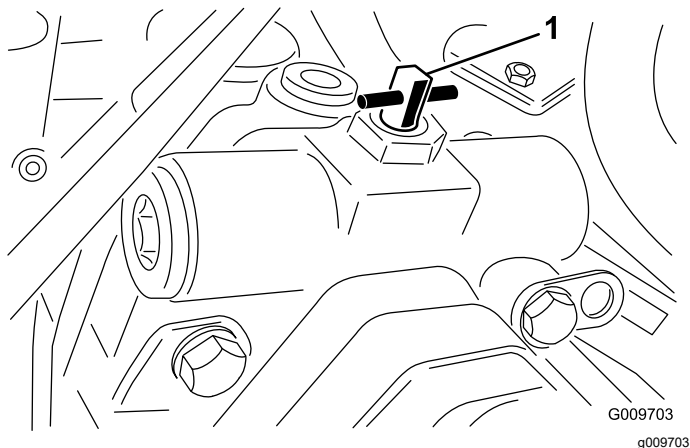

图 44
3. 将旁通阀向任一方向旋转 90° 1/4 圈打开旁通阀让液压油在内部分流 图 44。
2. 将旁通阀向任一方向旋转 90°1/4 圈打开旁通阀让液压油在内部分流 图 44。